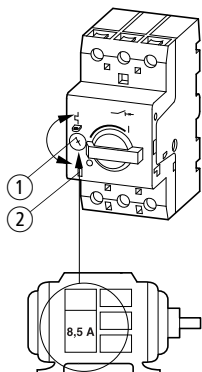

Рис. 1: PKZM0-.../ХТР...BC1 Автоматичний вимикач захисту двигуна
Номінальний струм двигуна встановлюється на пристроях PKZM0-.../ХТР...BC1 завдяки шкалі налаштування струму ① (→ рис. 1, стор. 6).
Правильне функціонування автоматичного вимикача може бути перевірене за допомогою функції тестування ② (→ рис. 1, стор. 6).